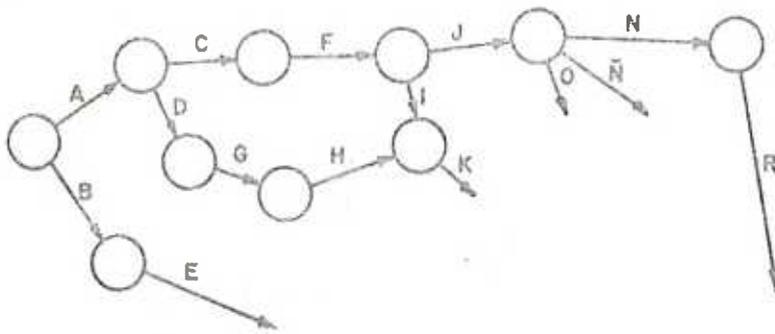

FIGURA 21
j) Reflejando la décima condición tendremos (figura 21):